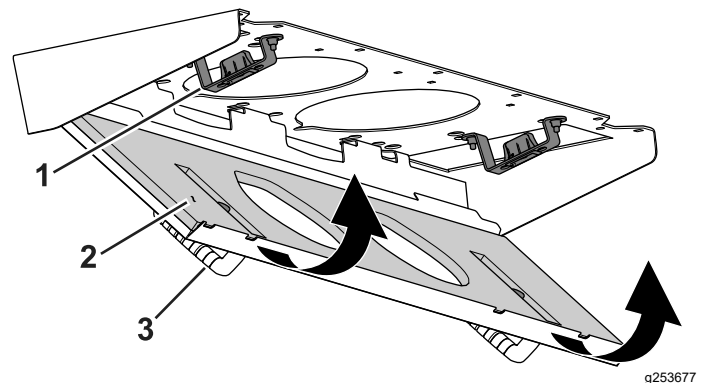

Figura 119
4. Gire la rejilla del filtro sobre las pestañas hasta que el cierre se enganche en el soporte (Figura 119).